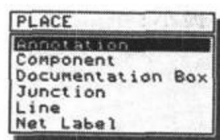
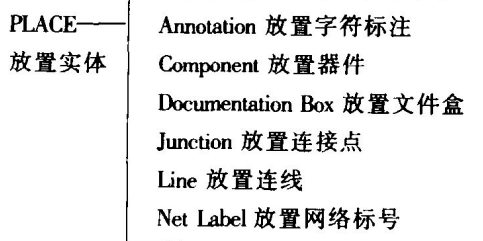

图 2-4
图 2-5
* 布置元器件：在图 2-1 主菜单上选 Place（布局）项，回车（或者直接按热键 P），出现图 2-4 所示子菜单，其上各子命令功能见图 2-5。选择 Component（元件）后，屏幕提示：
* 放置连线: 所有元器件放置好后, 接着就是把各元件引脚用连线连接起来。在图 2-1 主菜单中选 Place 项回车, 在图 2-4 PLACE 子菜单中选 Line 项回车, 屏幕底部提示:
* 放置结点: 全部连线放好后, 还应把连线与连线之间需连结的地方用结点连接。在图 2-4 所示的菜单中选 Junction 项并回车, 进入放置结点状态。移动光标到需要放结点的地方, 按回车键放置一个结点, 这样重复直到全部结点放置完毕, 用 Esc 键退回。
在图 2-4 子菜单中选 Net Label (网络标号) 项后回车, 屏幕底部提示:
* 放置字符标注: 在图 2-4 菜单中选 Annotation (注释) 命令, 方法同放网络标号。
在放置实体 (元件、连线、结点等) 的过程中, 若产生差错而需要删除时, 应在图 2-1 主菜单中选 Delete (删除) 命令, 该命令的子菜单与图 2-4 相似, 删除操作也与放置操作类似。